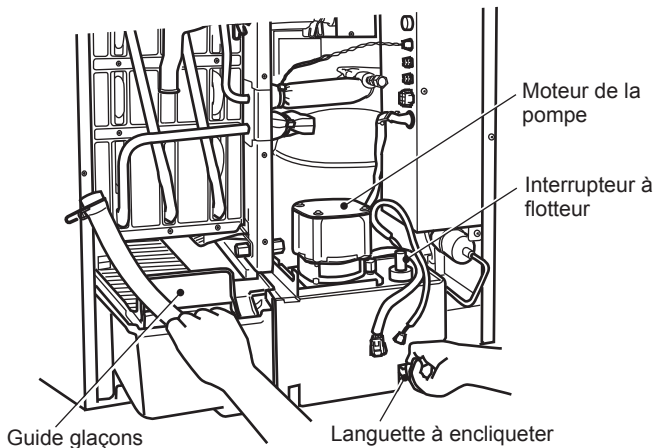

Fig. 3
- 5) Tout en poussant vers le haut la languette à encliqueter située sur le côté droit du support du moteur de la pompe, extraire simultanément le réservoir d'eau, le guide-glaçons, le support du moteur de la pompe, le moteur de la pompe et le commutateur à flotteur. Voir fig. 3.